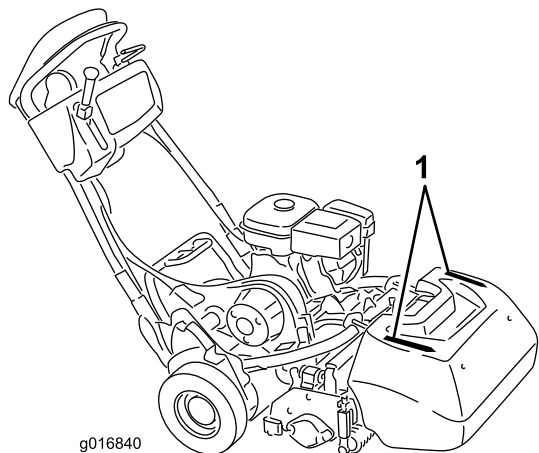

Figura 29
- Per realizzare una linea retta attraverso il green e mantenere la macchina equidistante dal bordo del taglio precedente, usate le strisce di allineamento previste sul cesto (Figura 29).